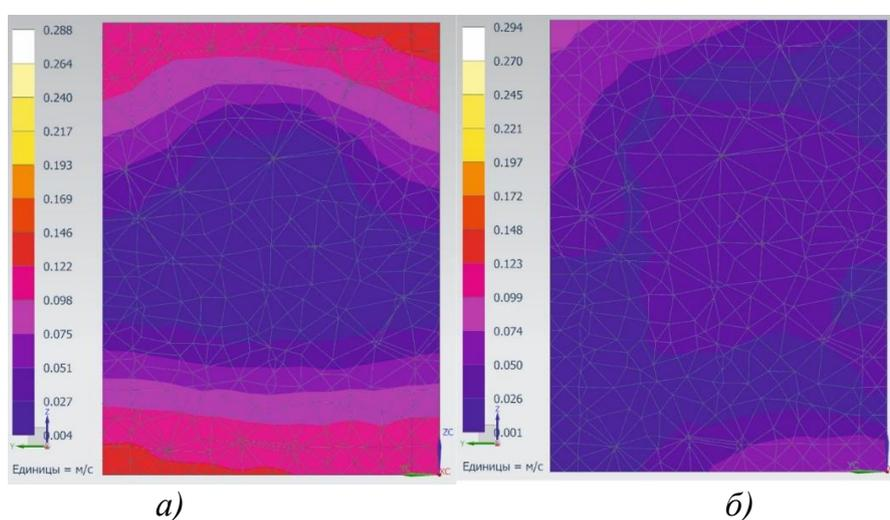

Рис. 3.6. Поле скорости в вертикальном поперечном сечении
12. Для отображения цветового поля скорости в вертикальном поперечном среднем сечении комнаты в окне «**Вид постпроцессора**» поменяйте тип «**Стрелки**» на «**Ленточный**» и нажмите «**Применить**». В окне «**Секущая плоскость**» выберите нужную ориентацию плоскости. Нажмите «**Ок**» (рис. 3.6, а).